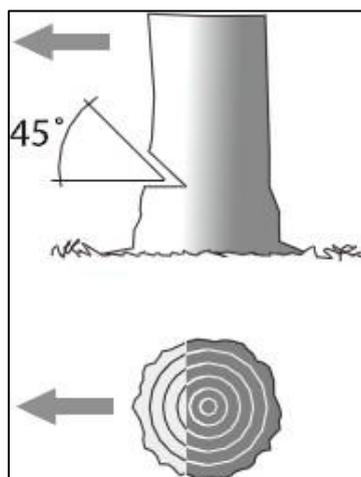

Fig.40
- Coupez une encoche (Fig.40) sur le côté du tronc dans la direction vers laquelle vous voulez que l'arbre tombe. Pénétrez sur environ 1/3 du diamètre du tronc.